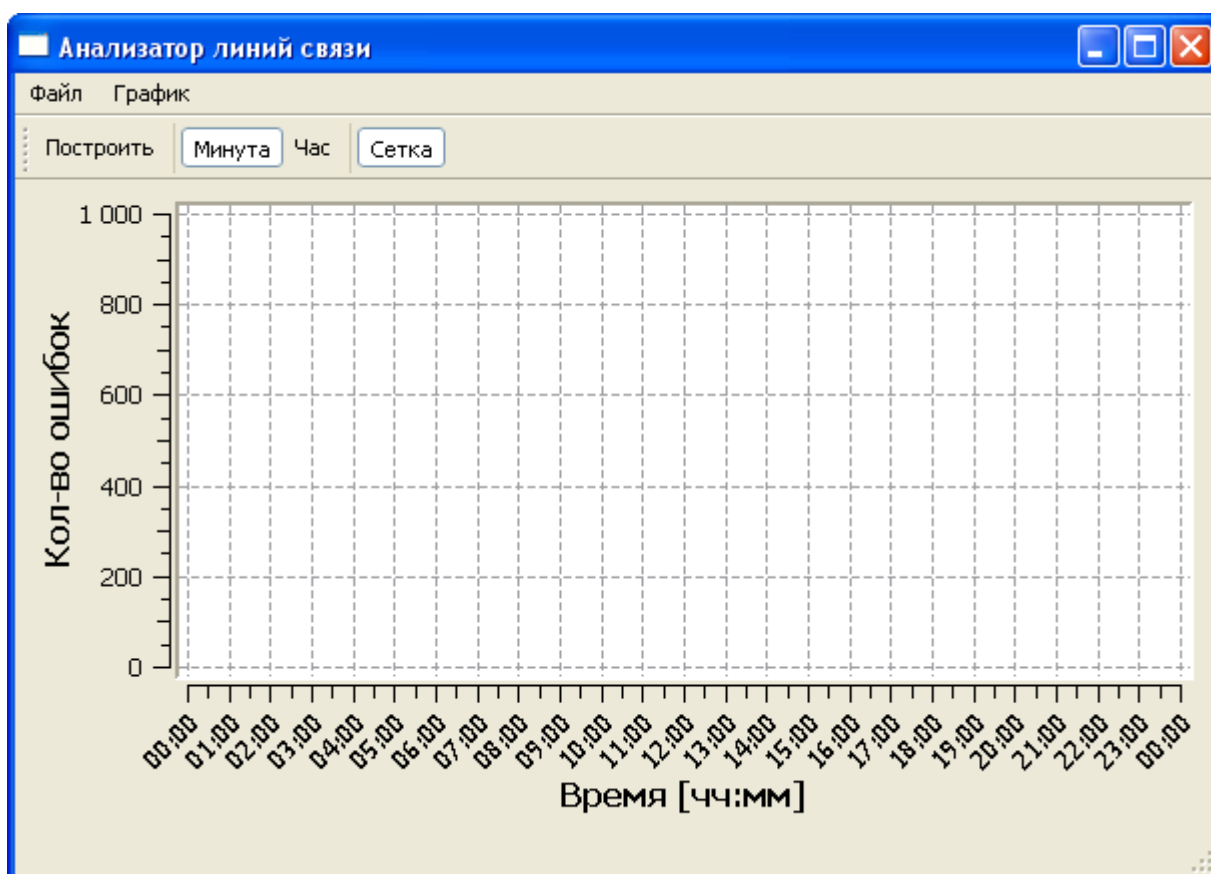

Рисунок 1 – Окно АНАЛИЗАТОРА
2.2.2 После запуска АНАЛИЗАТОРА (`LineAnalyzer.exe`) появляется окно программы (рисунок 1).